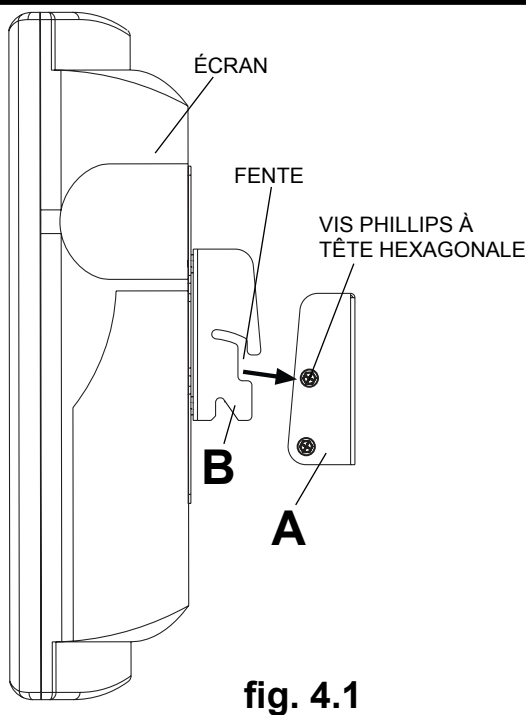

fig. 4.1
- 4** Placez les fentes supérieures de la plaque de montage (B) sur les vis phillips à tête hexagonale situées sur la plaque murale (A) comme illustré à la figure 4.1.